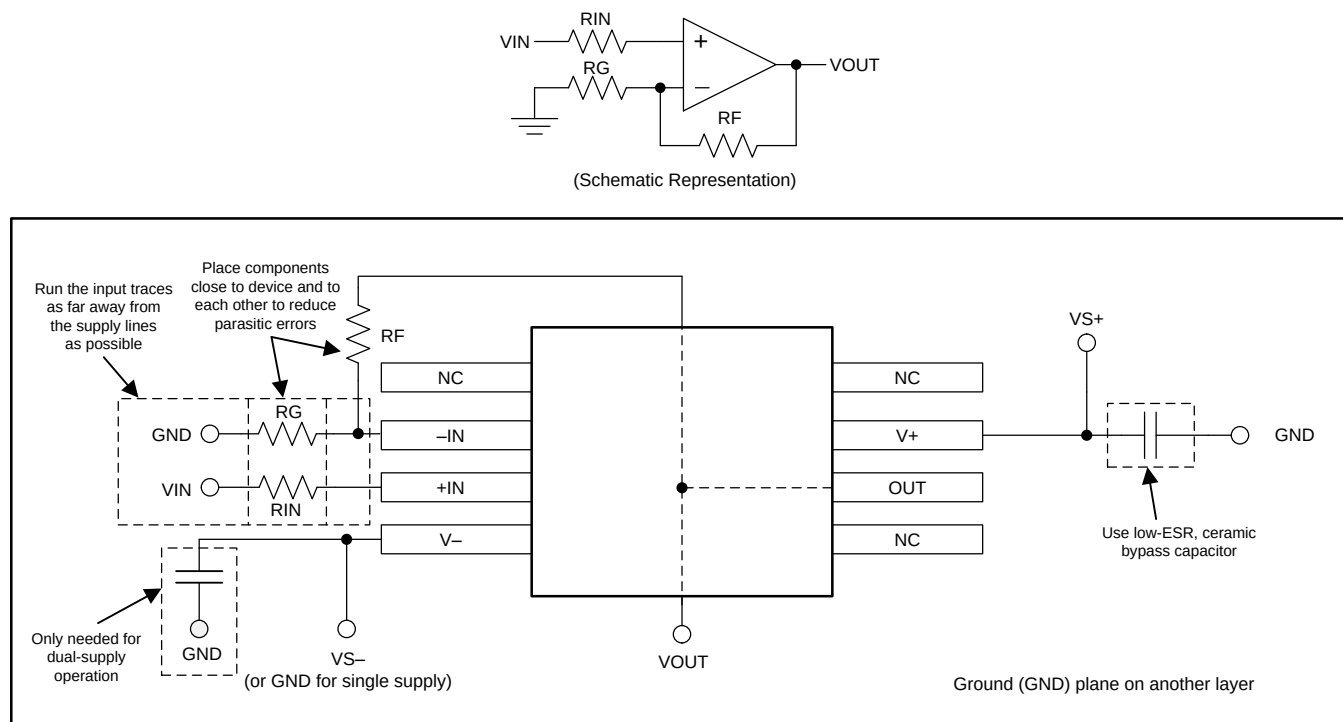

图 36. 同相配置运算放大器电路板布局
- 外部元件尽可能靠近器件放置。如图 36 所示，使 R_F 和 R_G 靠近反相输入可最大限度减小寄生电容。